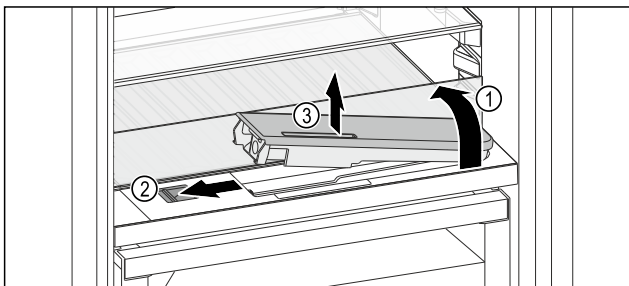

Fig. 135
- ▶ Soulever la tablette et la rabattre vers l'arrière jusqu'à la butée Fig. 135 (1).
- ▶ Pousser le curseur Fig. 135 (2) vers la gauche.
- ▶ Sortir le filtre à eau Fig. 135 (3).